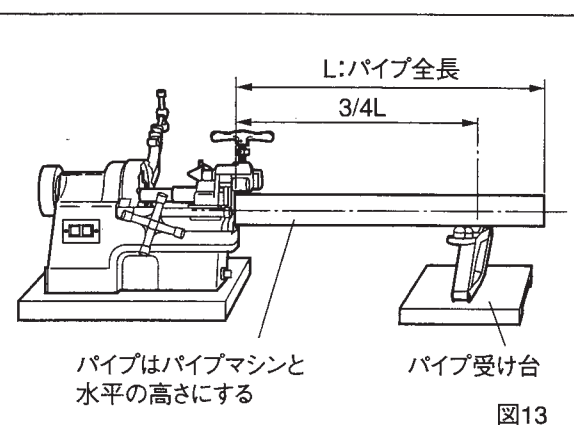

図13
- パイプ受け台はパイプ全長の3/4の位置に設置してください。(図13)
② パイプの高さ調整